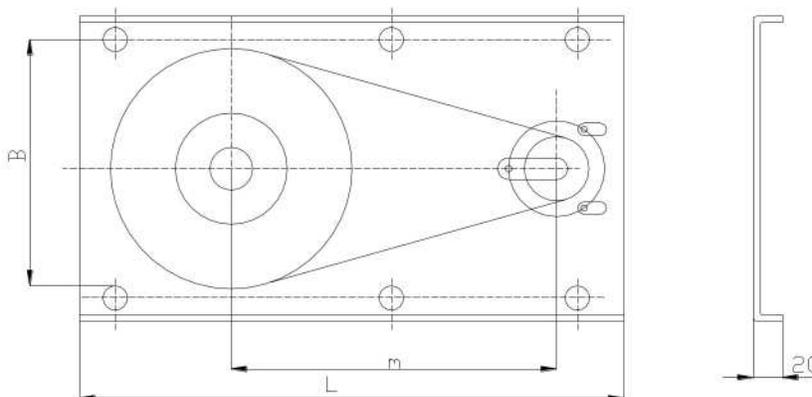

Fig.3
**A. Soporte Lateral con Sprocket Rectangular:** Instale el Soporte Lateral con Sprocket Horizontalmente, si la Distancia no es Suficiente Puede ser Necesario Ajustar el Ángulo del Soporte Lateral (El Ángulo de Instalación se puede Ajustar entre 0° y 44°, Asegúrese de que la Cadena Cuelgue Verticalmente). Tamaño de Montaje (Fig.3) y Tabla 2.